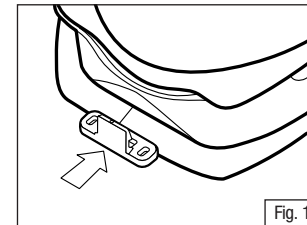

Fig. 1
2. Posicione a trava sobre a superfície dianteira da moldura com o fecho voltado para a frente de modo que a trava sobreponha-se ao reforço da moldura. Assegure-se de que o centro da trava (marca circular na parte superior) está alinhada com o centro da moldura. (Fig. 1)